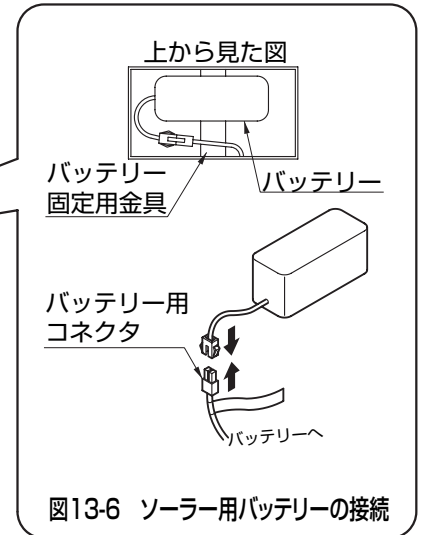

図13-6 ソーラー用バッテリーの接続
- ②バッテリーの底面にある両面テープで電源ユニット内のバッテリー固定用金具にしっかり固定してください。(図13-6参照)
- ③バッテリー用コネクタに接続してください。(図13-6参照)
- ④接続が終了しましたら、上キャップを取付けてください。
- ⑤「**14-3** トランス電源ユニットの配線」へ進んでください。